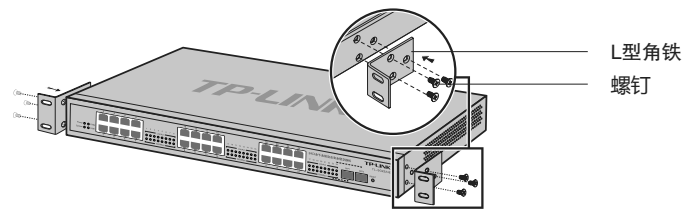

图2-2 角铁安装示意图
2. 将配件中的两个L型角铁分别安装在交换机面板的两侧,并用配件中提供的螺钉固定,如图2-2所示;